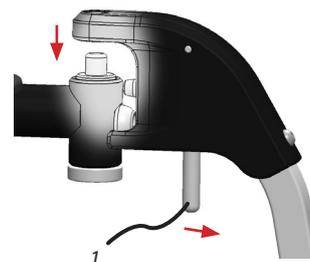

Abb. 29. Anbringen von Beinstützen mit festem Winkel
- Richten Sie das Loch im Kniegelenk über dem Zapfen an der Halterung aus und lassen Sie das Kniegelenk nach unten gleiten, siehe Abb. 29. Dies kann einfacher sein, wenn der Hebel (1) nach vorn geführt wird.